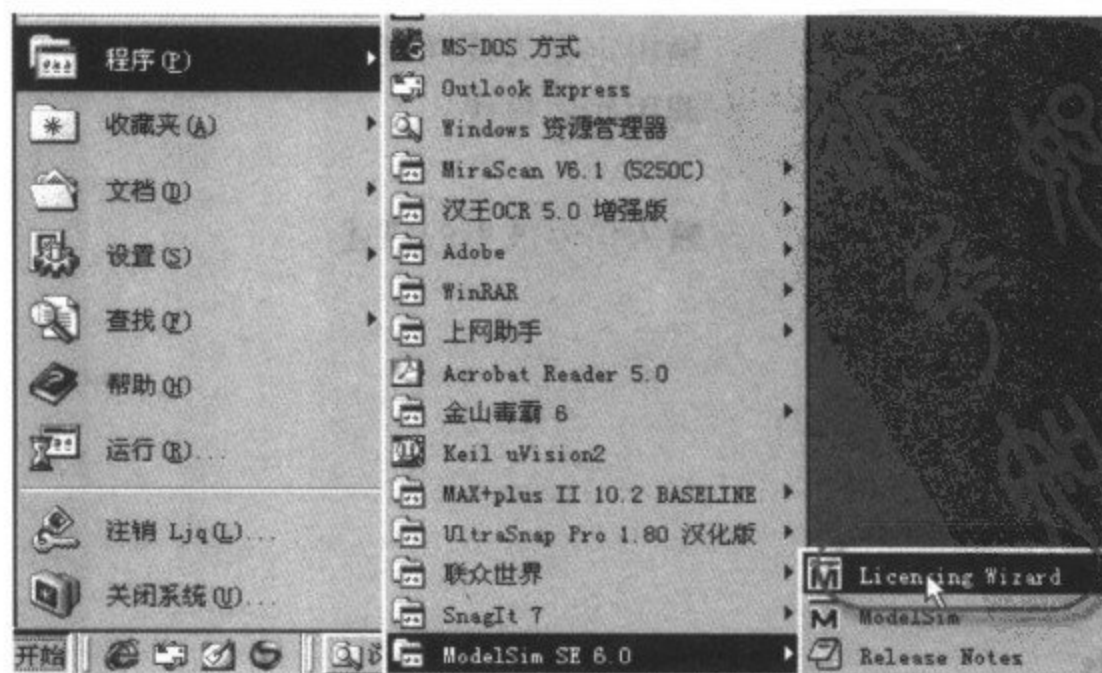

图 3-59 打开授权申请向导
(7) 点击“程序→ModelSim SE 6.0→Licensing Wizard”, 如图 3-59 所示。